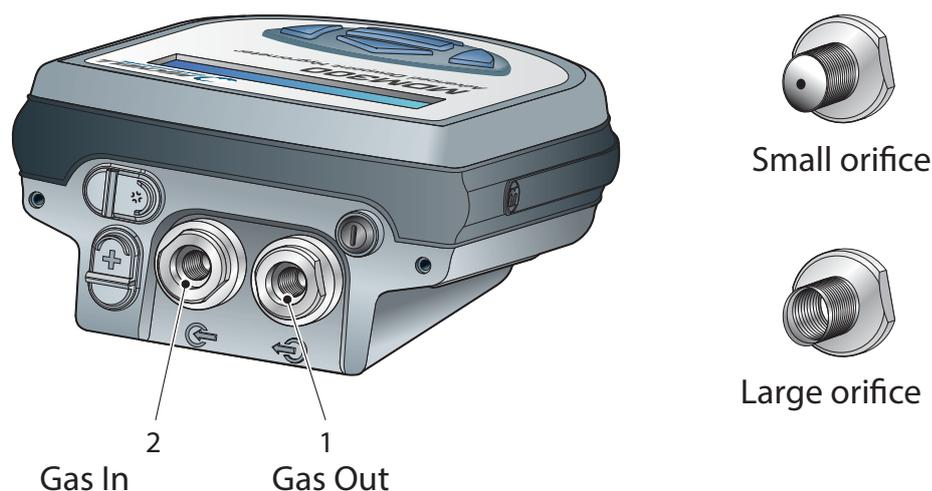

Рис. 5 Адаптеры для газовых портов
(Три прилагаются, два установлены на приборе. См. рис. 5)
ПРИМЕЧАНИЕ. При поставке два адаптера с большими отверстиями установлены в газовые порты прибора (1 и 2), как показано на рис. 5. Один адаптер с маленьким отверстием поставляется в качестве запасной детали в коробке с аксессуарами (см. раздел 2.5).
Подключения контура анализируемого газа осуществляется к портам впуска газа (2) и выпуска газа (1), которые расположены на задней панели прибора, как показано на рис. 5.